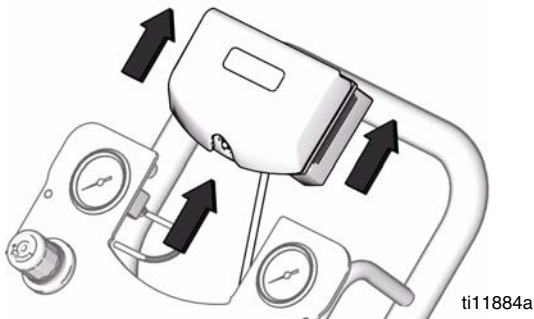

FIG. 12. Extraiga el módulo DataTrak
3. Extraiga el módulo DataTrak del soporte. Vea FIG. 12. Lleve el módulo y el cable unido a una ubicación no peligrosa.